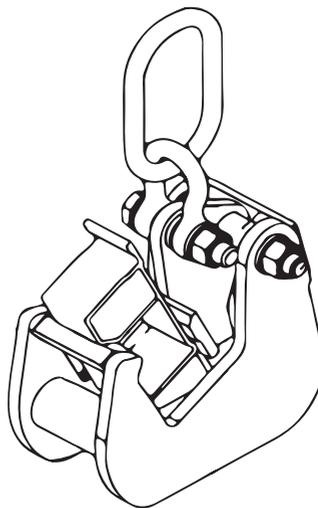

Рис. 1
3.1 Захват монтажный (Рис. 1) состоит из 2-х щек, соединенных между собой 2-мя распорными втулками (с пружиной) и пластиной. На оси через распорную втулку (с пружиной) присоединен прижим, который через упор прижимает профиль опалубочного щита к щекам захвата и связи. Подъем осуществляется за серьгу, соединенную с прижимом через омегаобразную скобу.